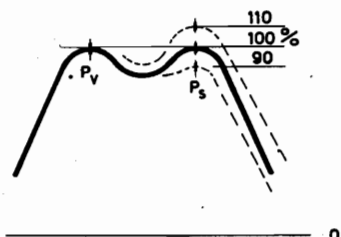
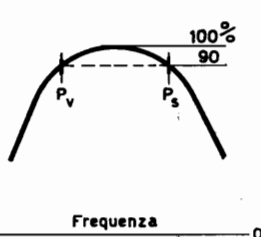

Fig. 1
Fig. 2
La taratura di ciascun canale va eseguita spostando le spire delle bobine L1 ed L3 sino ad ottenere le curve di fig. 1 oppure di fig. 2, operando nel modo seguente:
- Regolare l'accoppiamento (distanza) tra primario e secondario di L3 per la giusta larghezza di banda, ossia per la giusta inselatura (fig. 1) oppure per un appuntamento della curva non eccessivo (fig. 2).